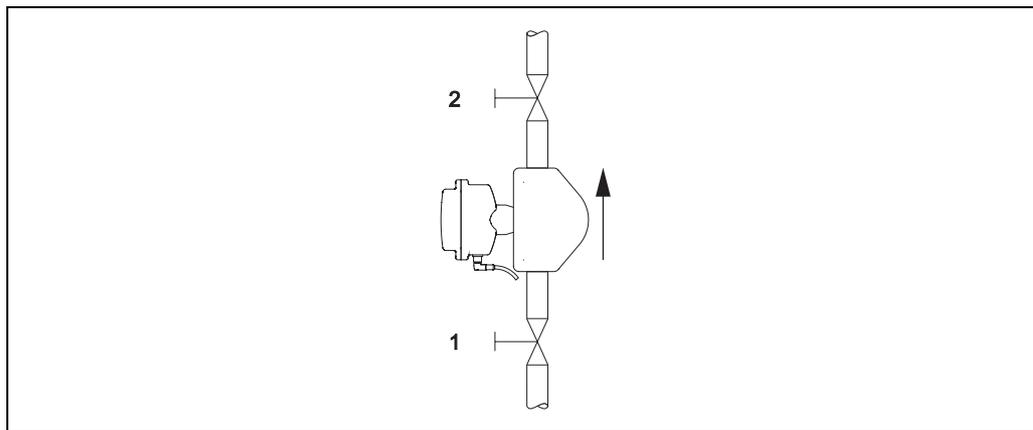

Fig. 15: Regolazione dello zero e valvole di intercettazione
- La regolazione dello zero viene eseguita con i tubi di misura completamente pieni e con una portata nulla ($v = 0 \text{ m/s}$). Per azzerare la portata possono essere utilizzate, ad esempio, delle valvole di intercettazione montate a monte o a valle del sensore oppure le valvole e saracinesche già presenti (→ Fig. 15).